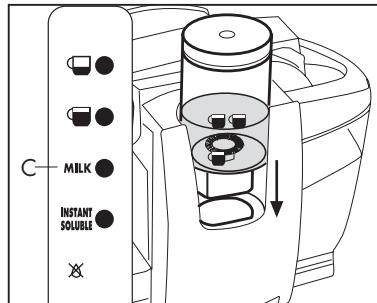

Abb. 12
* Geben Sie die Milch in den Becher und füllen Sie ihn bis zu der gewünschten Tassenanzahl auf. Setzen Sie den Mixer (10) richtig in seinen Sitz ein, drücken Sie die Taste **MILK** (C) und warten Sie bis die Zubereitung beendet ist (**Abb. 12**)